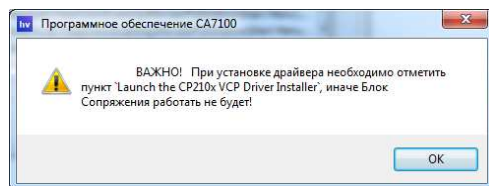

Рисунок 8.6
5) На экране появится сообщение (рисунок 8.6). Щелкнуть по кнопке **ОК**.